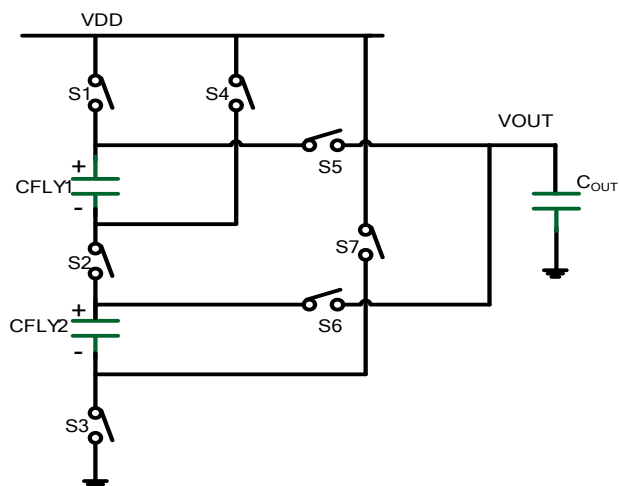
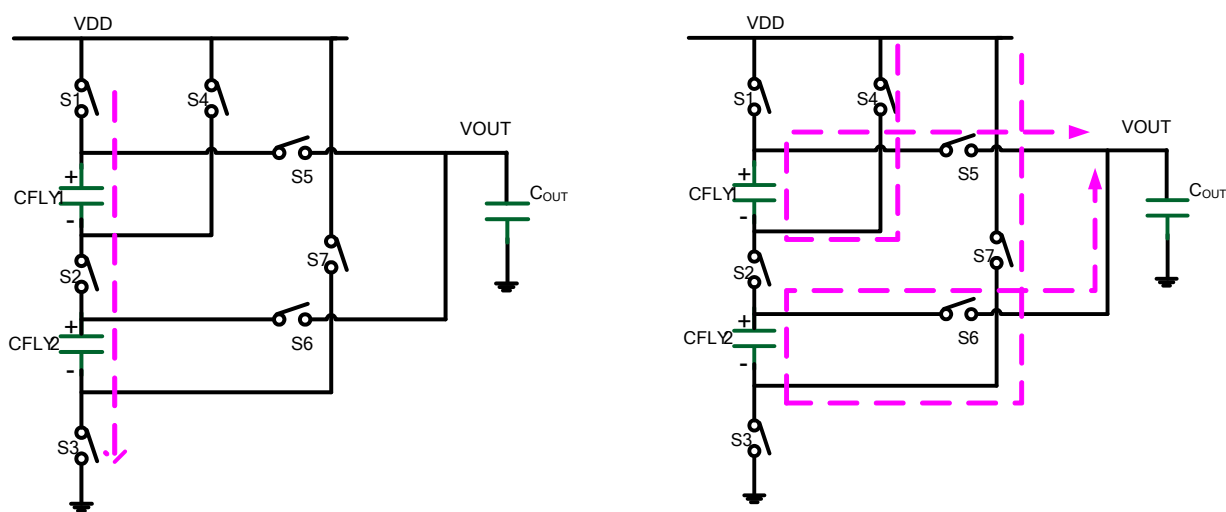

图 6 1.5 倍电荷泵基本结构图
图 7 1.5 倍电荷泵工作原理图
1.5 倍电荷泵的基本组成如图 6 所示，工作原理如图 7 所示，在充电相 $\Phi 1$ ，电流的方向如上左图所示，S1, S2, S3 导通， C_{FLY1} 和 C_{FLY2} 上累积电荷，并在正负极板间形成电压 V_{C1} 和 V_{C2} ；在放电相 $\Phi 2$ ，电流方向如下右图所示，S4~S7 导通，电源通过 C_{FLY1} 和 C_{FLY2} 放电，将电荷转移到负载端。